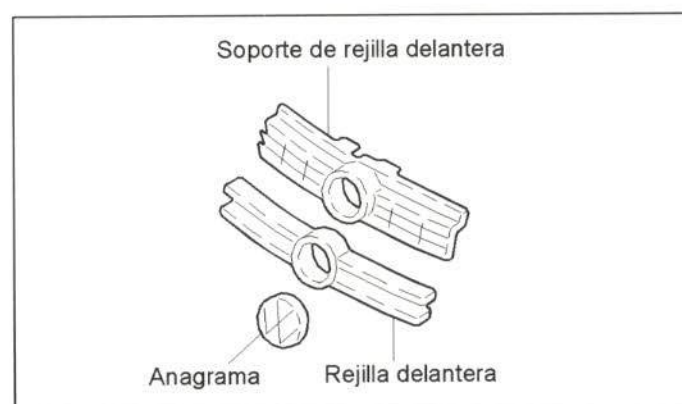

Figura 16.- Comercialización de la rejilla frontal.
- Rejilla frontal (ver figura 16).
En la figura 16 se muestran las posibilidades de adquisición de este elemento.